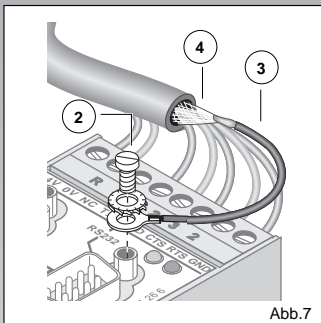

Abb.7
- **Schraubklemme (COMBICON)** (Abb. 7)
Verbinden Sie das freie Ende des Anschlußkabels ③ mit dem Schirm des Datenkabels ④ elektrisch (z.B. löten, klemmen) gemäß Abbildung 7.